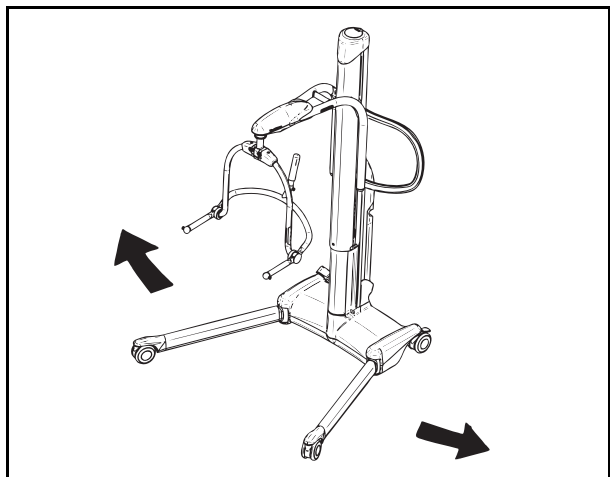

Рис. 13
Чтобы развести ножки шасси, нажмите кнопку «Разведение ножек» на пульте дистанционного управления или на панели управления (см. Рис. 13). При отпускании кнопки движение останавливается и ножки шасси надежно фиксируются в достигнутом положении. Перемещение пациента всегда должно производиться при сведенных ножках шасси.
**ОСТОРОЖНО!** Задние колеса шасси снабжены тормозами, при необходимости управляемыми ногой (см. рис. 13). На данном этапе не следует использовать тормоза шасси, поскольку положение пациента сместится к центру тяжести подъемника при отрыве от опоры.